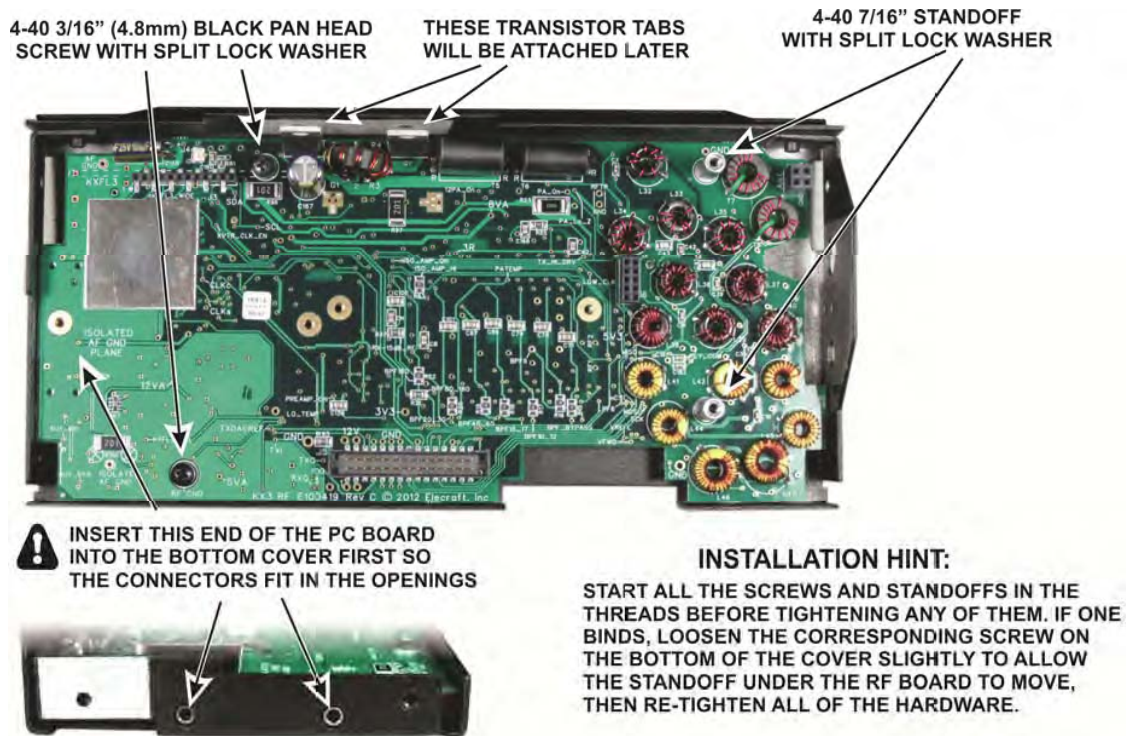

Figure 38. Installing RF Board in the Bottom Cover.
□ 図38に示されるような下カバーにRFボードを置いてください。下カバーの中にシールドを持ったボードの端を最初に入れる、したがって、カバーに開始に結局入れられたボードの底のコネクター。ボードがスペンサーに対して伏せている場合、ハードウェアを示して、それを安全にします。